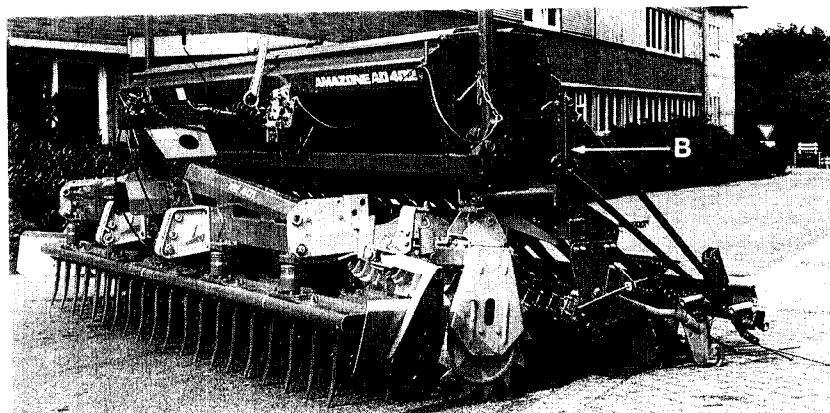

Fig. 15
- Monter topstangen (Fig.15/1) mellem AD og jordbearbejdningsredskabet med splitbolte og lås dem med ringsplitter.
- Indstil topstangen (Fig. 15/1) således at såmaskinen bagvæg i område B (Fig.15) ca. står vandret.